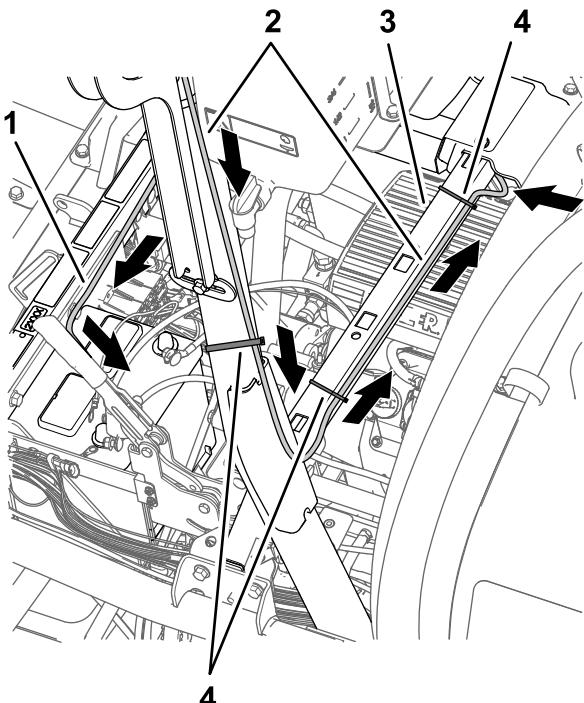
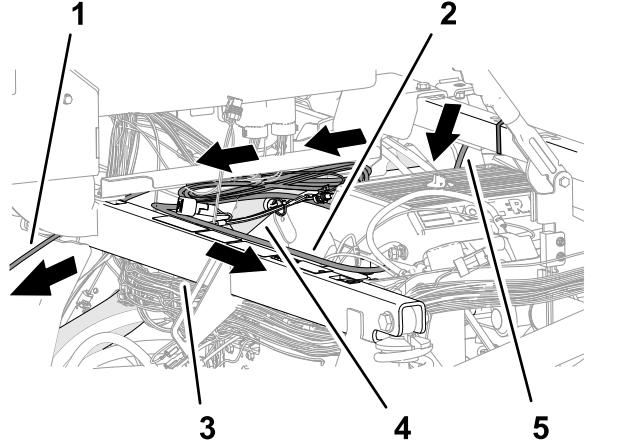

图203
图205
1. 将数据线束和电池线束沿左侧竖直翻车保护杆向下布放直至座椅支架的横梁处图203。
2. 如 图203 所示将导航接收器的 390cm 数据线束支管固定到翻车保护杆上。
4. 将数据线束和电池线束穿过座椅支架的横梁并用 2 条扎带将 390cm 数据线束支管固定到横梁上 图203 和 图205。
6. 沿右上机架管布置 220cm 电池线束支管 图205。
7. 将 220cm 电池线束支管朝向电池的方向穿过减震支撑管 图205。
8. 沿控制台下方并朝仪表板的方向布置 220cm 数据线束支管带 26 插槽接头的线束支管 图205。